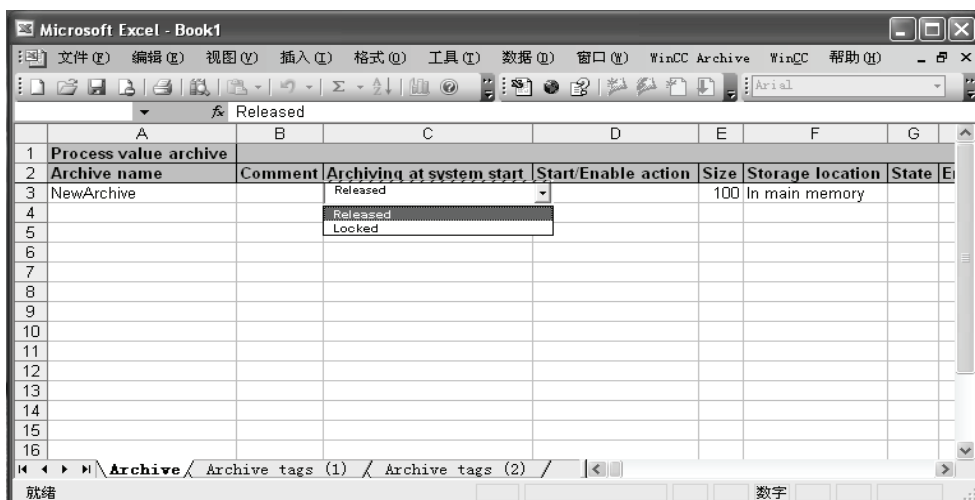

图 16-12 归档表格
3) 新建的 Excel 表如图 16-12 所示, 包含下列表格列表: